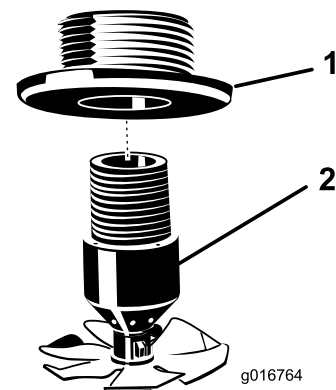

Bild 14
1. Befestigen Sie die Spüldüse am Schott (Bild 14).